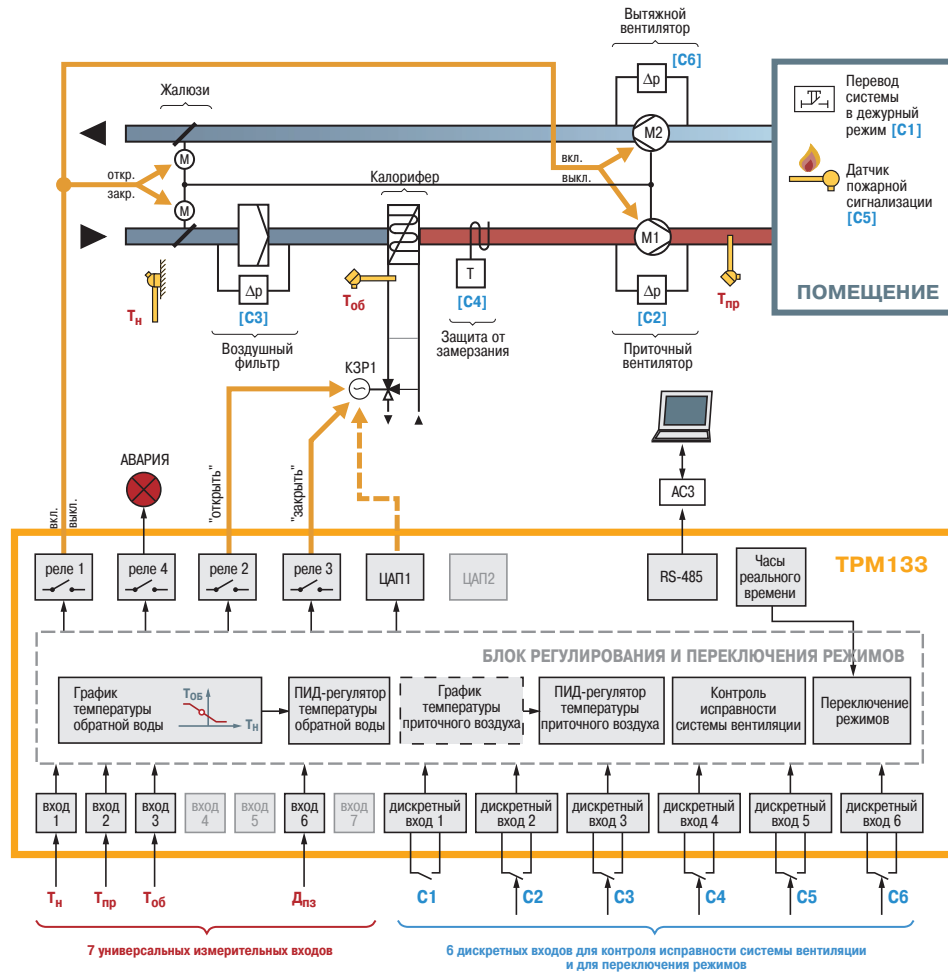

Рис. 4.1. Функциональная схема прибора в системе вентиляции
4.1. Функциональная схема работы прибора в составе системы вентиляции приведена на рис. 4.1. Схема определяет функциональную конфигурацию системы и соответствует конфигурации прибора TRM133-х-01 (см. Введение).